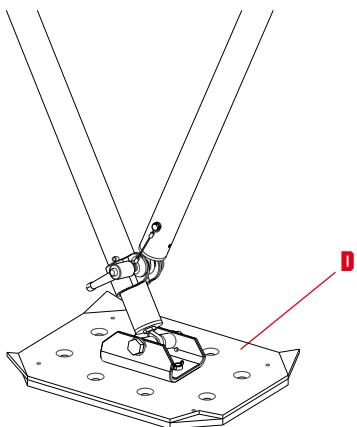

fig. 4A
- avvitare e serrare i perni filettati dei grilli (M).
c) Collegare le basi (D) mediante le apposite viti scegliendo il lato più idoneo alla superficie d'appoggio disponibile:
- lato gommato per superfici di appoggio lisce e dure (fig. 4A),